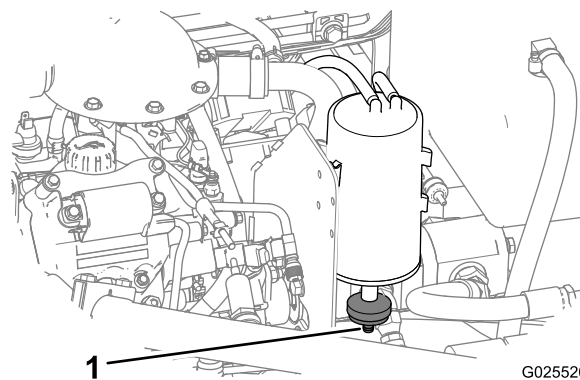

Figura 58
1. Posizionate il filtro dell'aria nella parte inferiore del canister a carboni attivi (Figura 58).